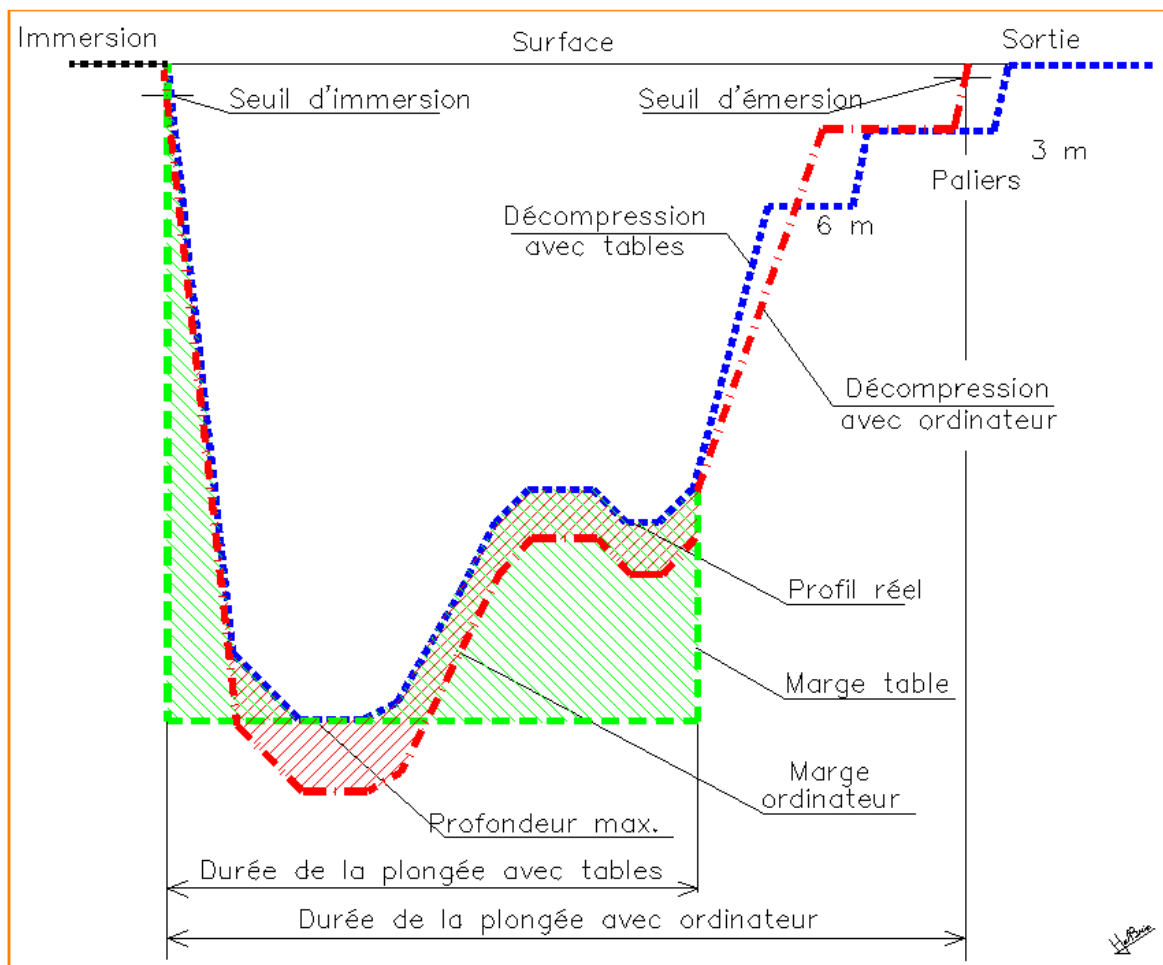

Figure 16 Marges en profil variable
On a souvent tendance à comparer les tables et les ordinateurs de plongée. Ceci n'est pas chose aisée car il s'agit de deux modes de décompression très différents en pratique. Il est important en premier lieu de savoir que certaines définitions ne sont plus applicables. En effet la "durée de la plongée" avec les tables est la durée qui sépare le moment d'immersion du moment où l'on décide de remonter ; elle résulte d'une décision du plongeur (Voir figure 16 ci-dessous).
En comparant les figures 16, 17 et 18 ci-dessus, vous pouvez voir que, suivant le profil de la plongée l'ordinateur peut imposer davantage ou moins de paliers que les tables. Lorsque le profil se rapproche d'un rectangle, les paliers à faire avec un ordinateur augmentent et arrivent même à dépasser ceux demandés par les tables.
Dans les figures 16,17 et 18, les parties hachurées, en deux sens différents, montrent les marges prises pour les tables et pour les ordinateurs. Avec les tables, on considère que le plongeur a passé la totalité de la plongée à la profondeur maximale atteinte, ce qui est rarement le cas.
- On le constate facilement en remarquant que pour des plongées à profil rectangulaire, ils imposent généralement des décompressions plus longues que les tables (Voir et comparer les figures 16, 17 et 18). (On peut cependant parfois douter de théories qui proposent des plongées sans palier qui, suivant les modèles, varient de 9 à 23 min pour une profondeur de 30 mètres).